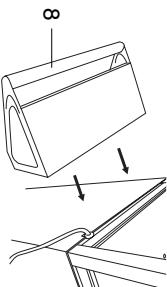

Fig. 3
- Asa para desplazar el carrito (Fig. 3)**